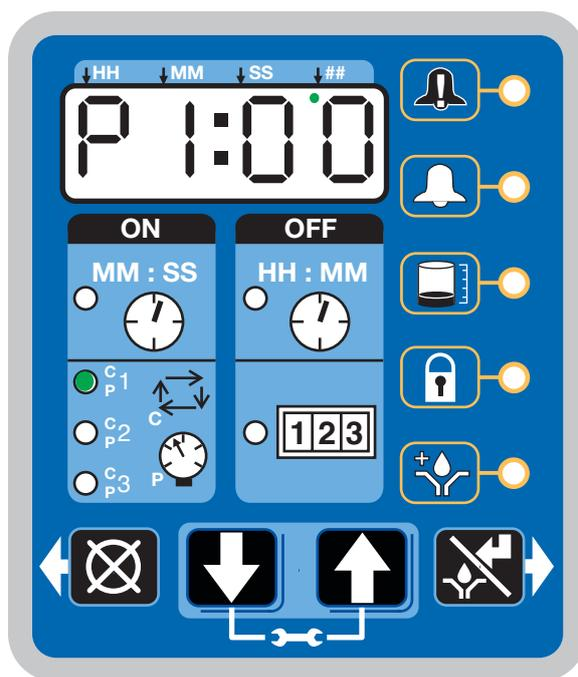
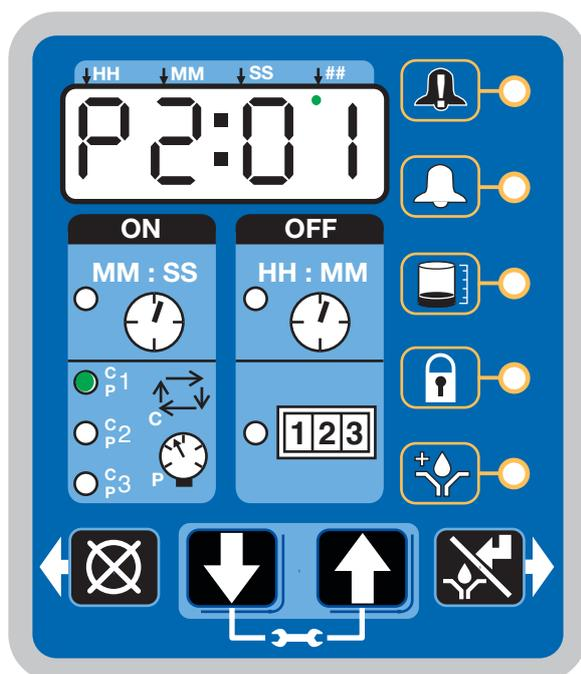

FIG. 50
FIG. 51
- Si illumina il LED vicino al sensore appropriato (C/P1, C/P2, C/P3) (FIG. 50 e FIG. 51).
L'esempio nella FIG. 50 mostra il sensore P1 con un interruttore di pressione che è stato attivato.
La FIG. 51 (pagina 60) mostra il sensore P2 con un interruttore di pressione che NON è stato attivato.